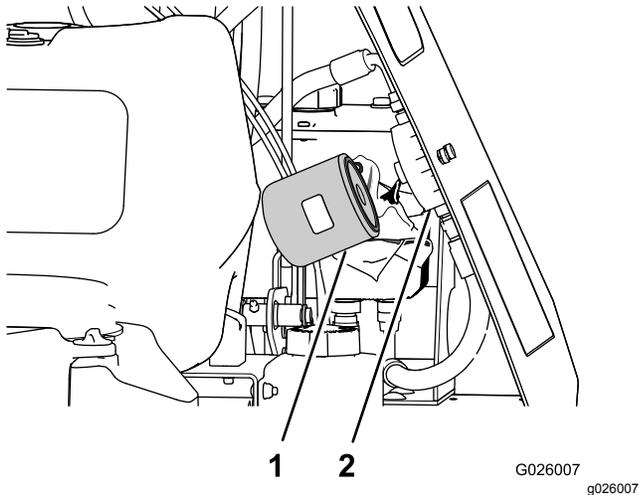

Figura 57
- Gire el filtro hidráulico auxiliar en sentido antihorario y retírelo de la base de su adaptador (Figura 57). Deje que se drene el fluido.
- Para instalar el filtro, gírelo en sentido horario en el adaptador del filtro hasta que la junta entre en contacto con el adaptador, luego apriete el filtro entre 2/3 y 3/4 de vuelta más (Figura 57).